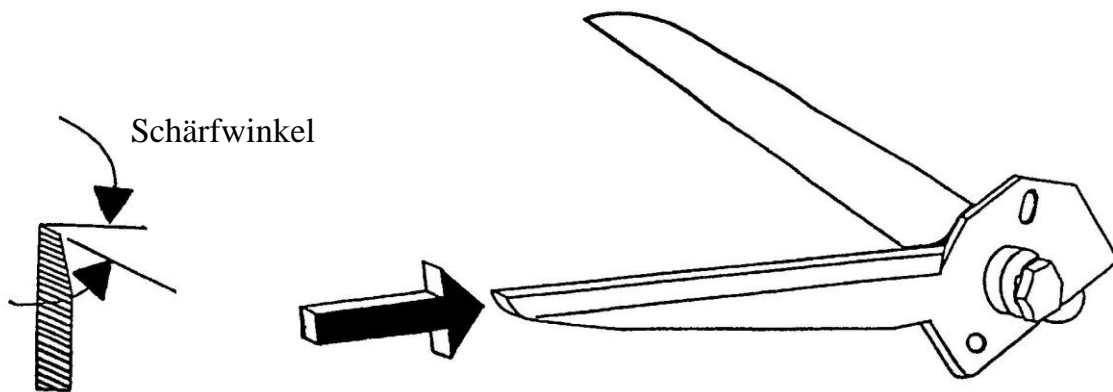

Abb. 3
8.2 Bestimmung und Auswahl des Schärfwinkels (Siehe Abb. 3)